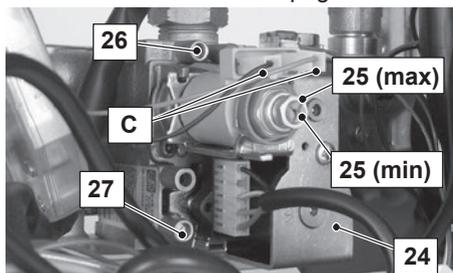

Figura 7.3
- A caldaia spenta (fuori servizio), controllare la pressione di alimentazione utilizzando la presa 27 in Figura 7.3 e confrontare il valore letto con quelli riportati nella tabella Pressioni di alimentazione gas nella sezione "Dati tecnici" pag. 18.
- Richiudere bene la presa di pressione 27 in Figura 7.3.
- Aprire la presa di pressione 26 in Figura 7.3 e collegare un manometro.
- Prelevare un'abbondante quantità d'acqua calda sanitaria. Confrontare il valore di pressione misurato con quello indicato nelle tabelle seguenti. Per tarare la pressione al bruciatore agire sul dado esagonale grande in ottone dell'operatore modulante 25 (max) in Figura 7.3 (ruotando in senso orario la pressione aumenta).
- Sconnettere il filo di alimentazione C dell'operatore modulante 25. Fare attenzione che non vada a toccare le parti metalliche della caldaia Figura 7.3.
- Per tarare la pressione al bruciatore agire sulla vite in plastica (25 (min) in Figura 7.3) tenendo fermo il dado esagonale in ottone grande (25 (max) in Figura 7.3) dell'operatore modulante (ruotando in
- Collegare il filo di alimentazione C dell'operatore modulante Figura 7.3.
- Chiudere la presa di pressione 26 in Figura 7.3.